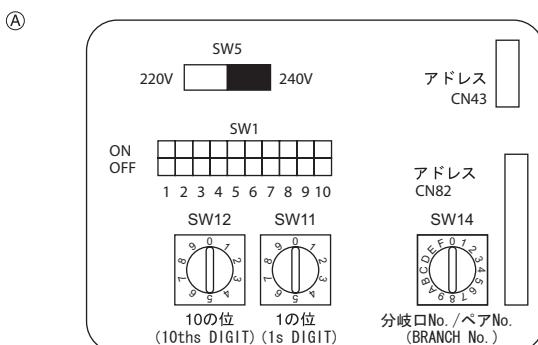

Fig. 5-5
- ② Comando a distanza in rete
- ③ Telecomando senza fili (se si installa il ricevitore del segnale wireless)
5.5. Impostazione degli indirizzi (Fig. 5-5)